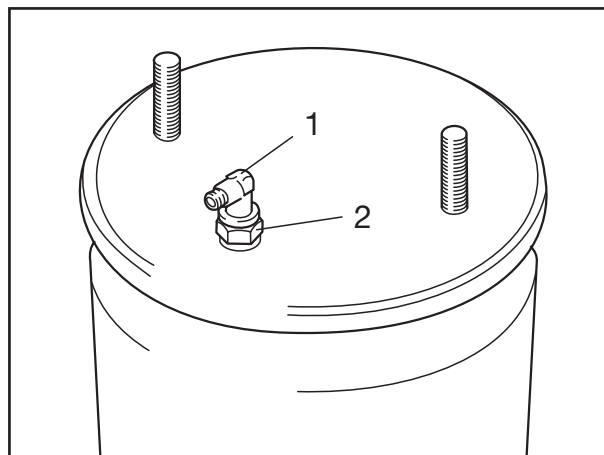

Fig. 4
- [8] Bei Bedarf Gegenmutter (Fig. 4/2) der Verschraubung (Fig. 4/1) lösen und Verschraubung aus dem Luftfederbalg herausschrauben.
- [8] If necessary, slacken locking nut (Fig. 4/2) of the coupling (Fig. 4/1) and remove coupling.
- [8] Dévisser si nécessaire le contre-écrou (fig. 4/1) du raccord fileté (fig. 4/2) et retirer celui-ci du coussin d'air.